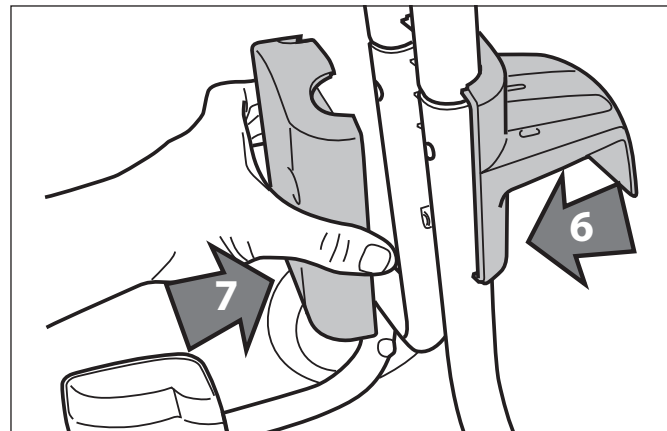
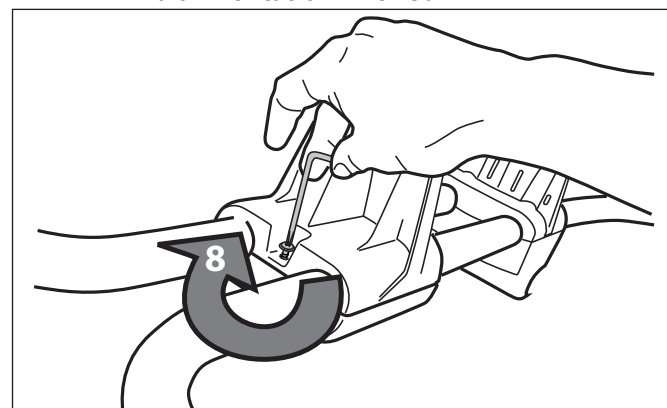

Figure 6. Positionner le crochet du câble d'alimentation inférieur
Figure 7. Fixer correctement le crochet du câble d'alimentation inférieur
- Placer le crochet du câble d'alimentation inférieur comme illustré à la Figure 6. Placer la plaque du crochet du câble face au crochet du câble d'alimentation. Fixer solidement à l'aide d'une vis, puis serrer avec la clé Torx. Se référer à la Figure 7.